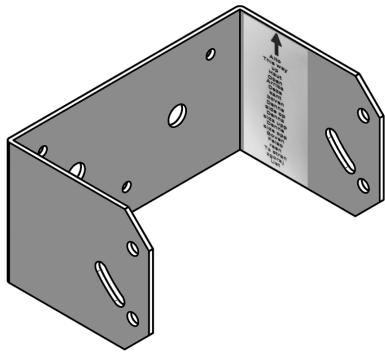

Fig. 5
im unteren Teil befinden (Abb. 2 und Abb. 2-A), und dass der Pfeil auf dem Aufkleber in Richtung zum hohen gedreht wird (Abb.5).
- **Befestigung an Pfosten (Art.-Nr. 702, optional).** Vor Montage kontrollieren, dass die Öffnungen der Halterung (Art.-Nr. 003205, inkl.) sich im unteren Teil befinden (Abb. 4 und Abb. 4-A), und dass der Pfeil auf dem Aufkleber in Richtung zum hohen gedreht wird (Abb. 5).